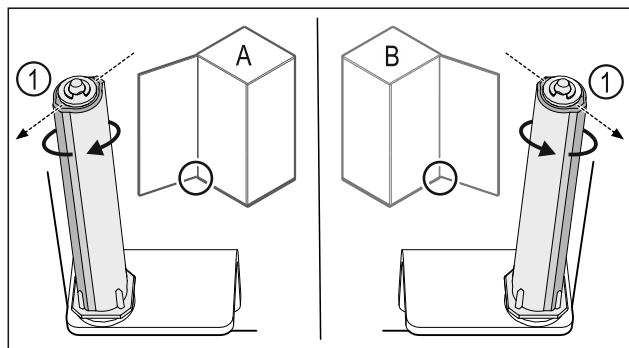

Fig. 49 左门挡(A) / 右门挡(B)
- ▶ 克服阻力转动关门系统, 直至关门系统 Fig. 49 (1)的连接片朝外。